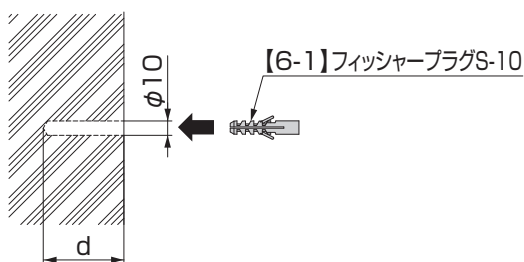

図1-5
- ① 壁付け幅調整スペーサーの取付け数量にすぎないが、壁にφ10、深さdの下孔をあけて、【6-1】を挿入してください。(図1-5、表1-1参照)
- ② 壁面と壁付け幅調整アタッチメントの間に壁付け幅調整スペーサーを挟み込み、【6-1】に【6-4】、【6-3】、【17-1】で仮止めしてください。
- ③ (1)の「壁付け幅調整仕様の場合」を参照して壁付け幅調整ブラケット、ビームおよび継手を取付けてください。